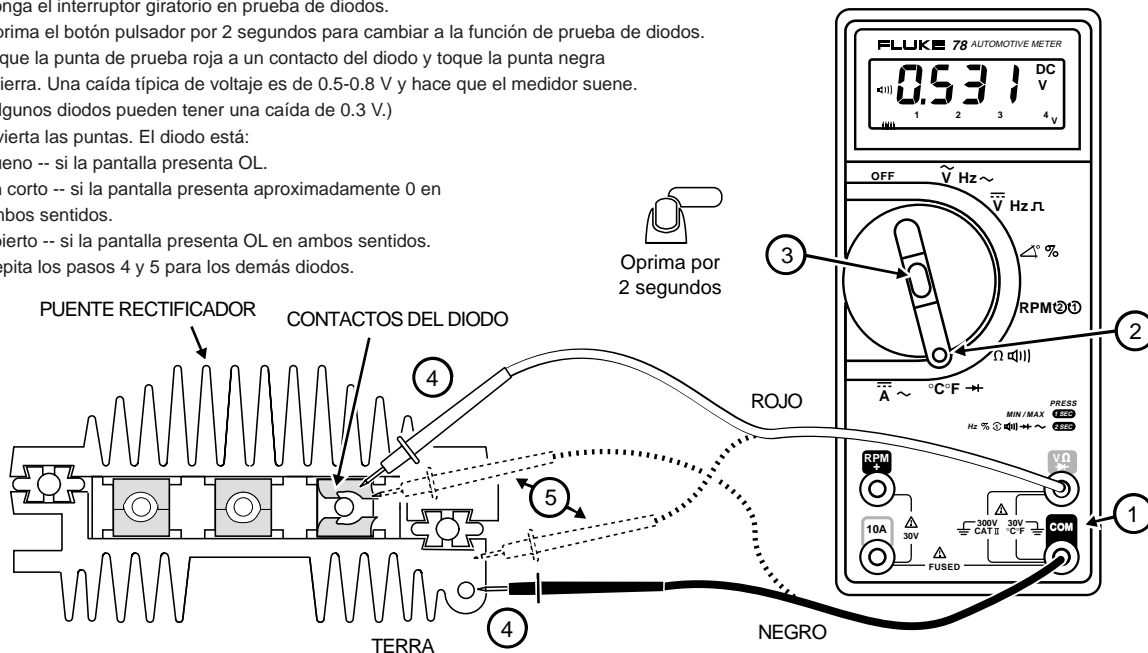

Figura 6. Cómo Probar Diodos en un puente Rectificador de un Alternador
- La figura 6 muestra cómo revisar los diodos en un puente rectificador de un alternador.
- ① Inserte las puntas de prueba en las terminales como se muestra.
- ② Ponga el interruptor giratorio en prueba de diodos.
- ③ Oprima el botón pulsador por 2 segundos para cambiar a la función de prueba de diodos.
- ④ Toque la punta de prueba roja a un contacto del diodo y toque la punta negra a tierra. Una caída típica de voltaje es de 0.5-0.8 V y hace que el medidor suene. (Algunos diodos pueden tener una caída de 0.3 V.)
- ⑤ Invierta las puntas. El diodo está: